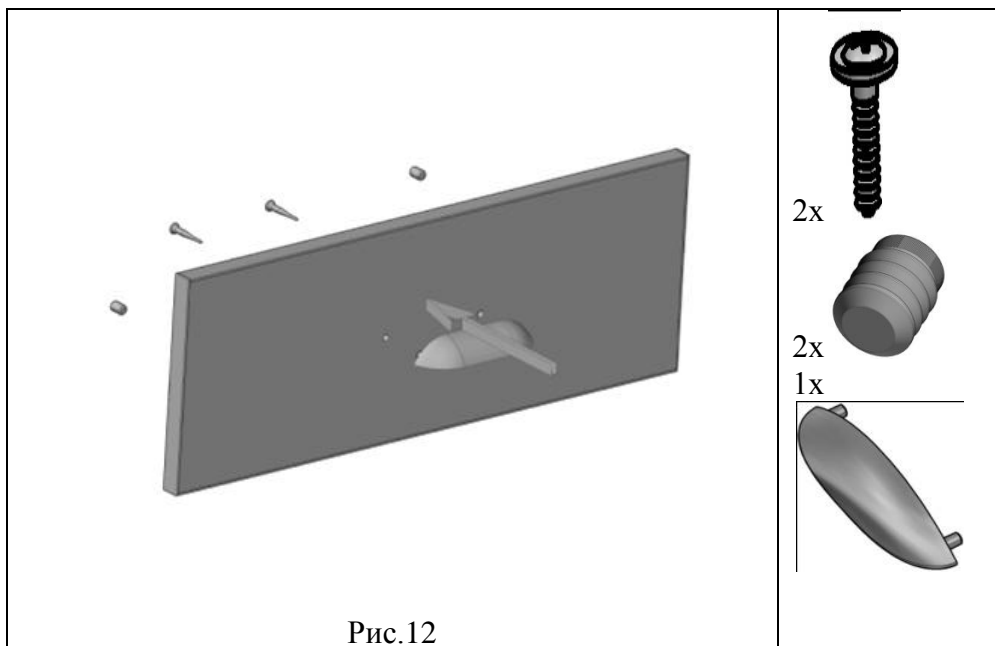

Рис.12
4.2.1. В фасад ящика (поз. 7) в технологические отверстия вставить футорки и вбить используя киянку или молоток на **горизонтальной поверхности**. (поз. 4, пакет № 44) (рис.12а), в технологические отверстия вставить ручку (поз. 1, пакет № 36) и закрепить саморезами (поз.3, пакет № 44) (рис.12)
Рис.12а